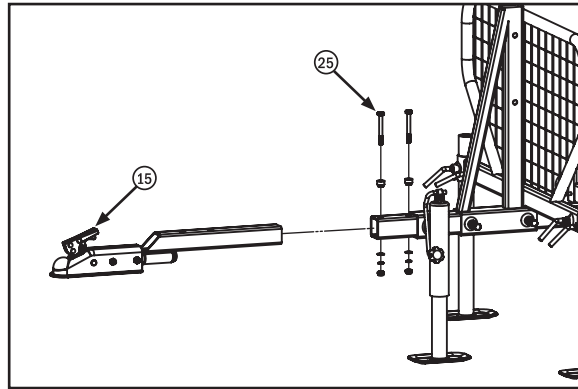
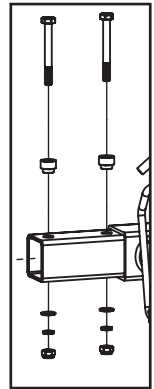

Fig. 15
Fig. 15a
Étape 15 : Installez le coupleur d'attelage. Insérez le coupleur d'attelage (15) sur le tube d'extension du châssis (17) de manière à ce que les trous de montage soient alignés (fig. 15), puis utilisez les boulons M10x90 avec les espaceurs (25) avec l'espaceur sur le dessus (fig. 15a)..